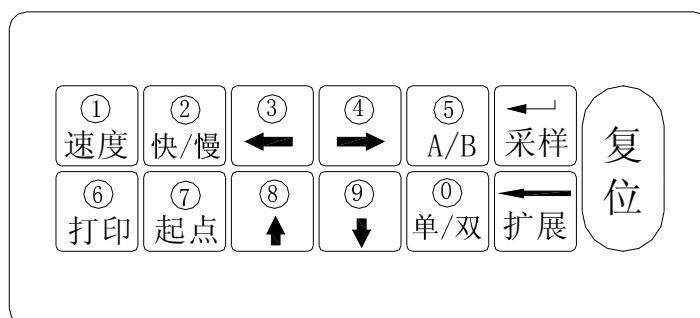

图 2.2 闪测仪键盘排列示意图
9、功能键键盘：本仪器使用 13 个轻触按键作为控制功能键，其中有 12 个是双功能键，键盘排列如图 2.2: